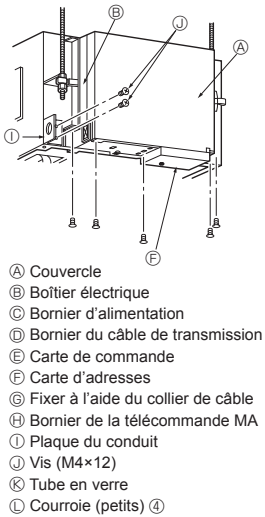

Fig. 5-1
5.1. Installation électrique (Fig. 5-1)